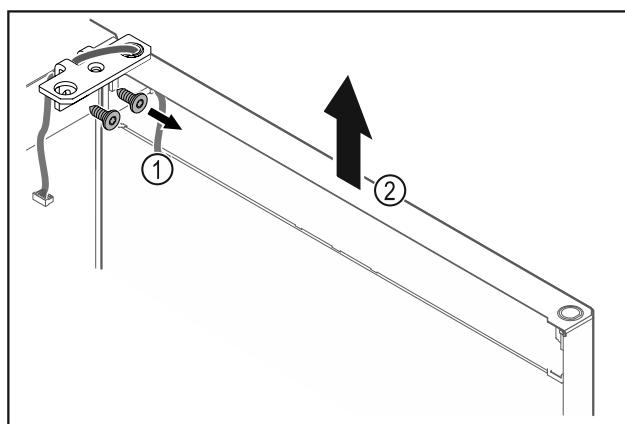

Fig. 20
- Atsukite šarnyrinį kampuotį Fig. 20 (1).
- Duris, jsk. šarnyrinį kampuotį Fig. 20 (2), pakelkite maždaug 200 mm tiesiai į viršų ir nuimkite.